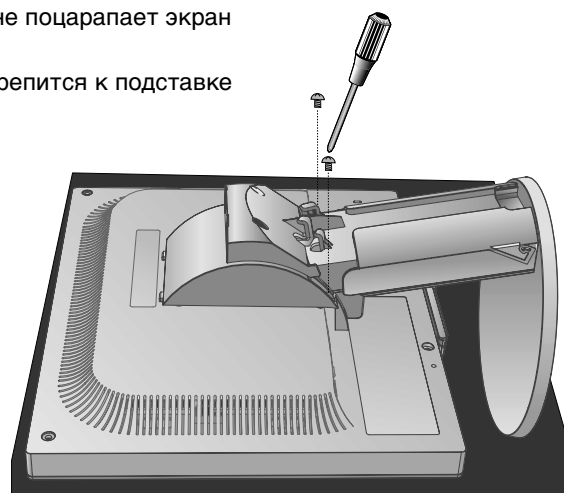

Рисунок S.2
3. Положите монитор экраном вниз на поверхность, которая не поцарапает экран (**Рисунок S.2**).
4. Отверните 2 верхних винта, с помощью которых монитор крепится к подставке (**Рисунок S.2**).